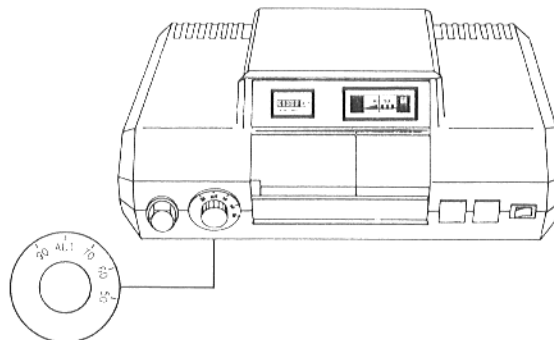

Рис. 1
1. Снять кнопку регулятора (рис. 1).